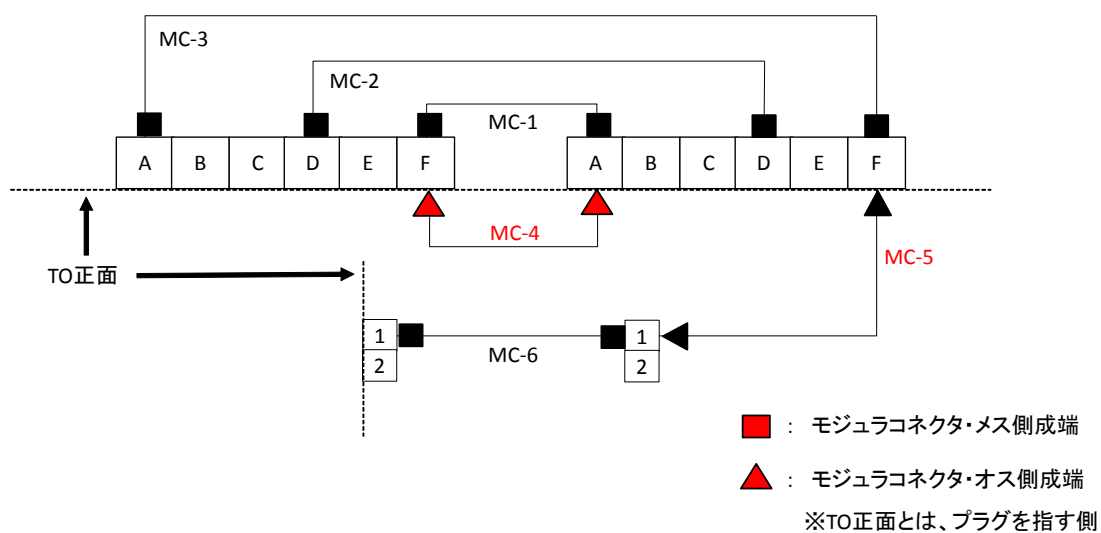

図 5 配線図
※図 4、図 5 は当日公開される図により作業を行うこと。モジュラコネクタの配置、ケーブルの種類、接続位置及び成端数やその種類などが変更される場合があるので注意すること。
- ・ TO の配置・配線は図 4、図 5 に従って行う。